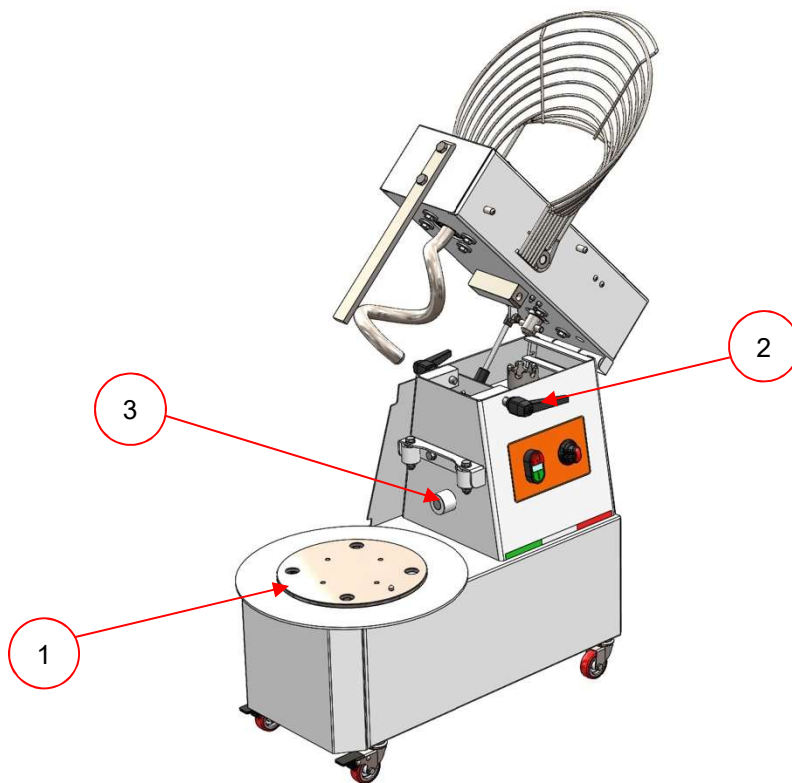

Figura 3-2 Pétrins à tête inclinable
- 1 capteur de proximité placé entre la cuve et le châssis de la machine (uniquement pour les modèles de machine avec la tête basculante et la cuve amovible, voir Figura 3-2).